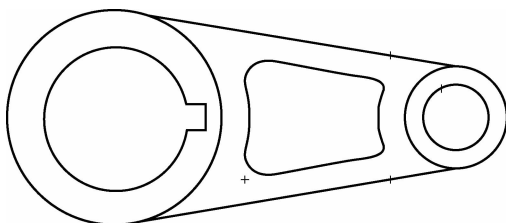

图 2-39 连杆轮廓草图完成图
(9)在“草图”工具条中单击图标,退出草图环境并保存文件,最后完成的草图如图 2-39 所示。